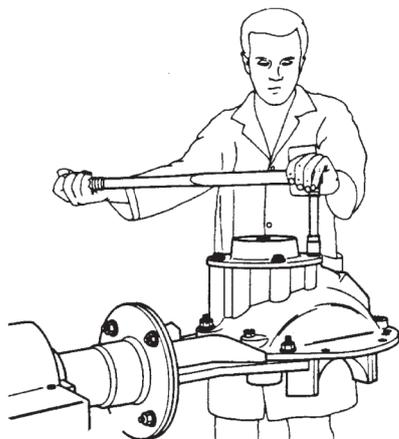

Figura 97
- H. Coloque quatro parafusos e dê o aperto inicial em sequência cruzada. (Figura 97).